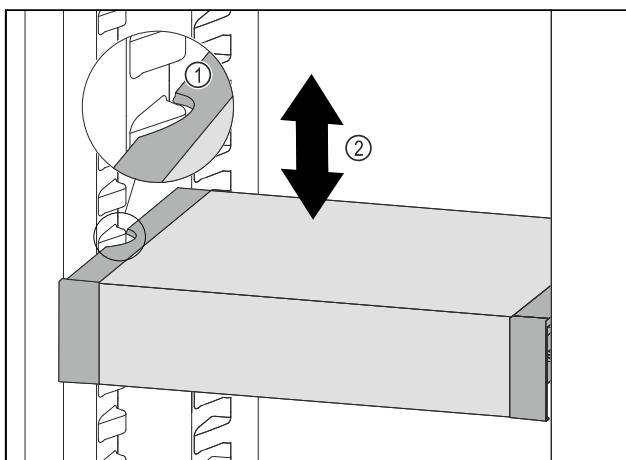

Fig. 143
- ▶ Déplacer le VarioSafe vers le haut ou vers le bas dans la partie réfrigérateur jusqu'à ce que la hauteur souhaitée soit atteinte. Fig. 143 (2)
- ▶ Tirer le VarioSafe vers l'avant jusqu'à ce que les encoches latérales du VarioSafe soient à la hauteur de la nervure du bac dans la partie réfrigérateur. Fig. 143 (1)